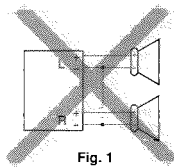
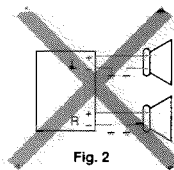
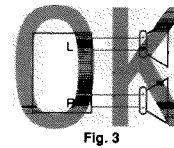

Fig. 1
Fig. 2
Fig. 3
- If the speaker wiring in your car is as illustrated in Fig. 1 and Fig. 2 below, DO NOT connect the unit using that original speaker wiring. If you do, the unit will be seriously damaged. Redo the speaker wiring so that you can connect the unit to the speakers as illustrated in Fig. 3.
- If the speaker wiring in your car is as illustrated in Fig. 3, you can connect the unit using the original speaker wiring in your car.
- Si el conexionado de altavoz de su automóvil es como se indica en las Figs. 1 y 2 de abajo, NO conecte la unidad utilizando ese conexionado de altavoz original. Si lo hace, se producirán daños graves en la unidad. vuelva a efectuar el conexionado de altavoz de manera que pueda conectar la unidad a los altavoces de la manera indicada en la Fig. 3.
- Si el conexionado de altavoz de su automóvil es como se indica en la Fig. 3, podrá conectar la unidad utilizando el conexionado de altavoz original de su automóvil.
- Si le câblage des enceintes de votre voiture est réalisé comme montré sur la Fig. 1 ou Fig. 2 ci-dessous, NE CONNECTEZ PAS l'appareil en utilisant ce câblage original d'enceintes. Si vous le faites, l'appareil sera sérieusement endommagé. Recommencez le câblage des enceintes de façon que vous puissiez connecter l'appareil aux enceintes comme montré sur la Fig. 3.
- Si le câblage des enceintes de votre voiture est comme montré sur la Fig. 3, vous pouvez connecter l'appareil en utilisant ce câblage original d'enceintes pour votre voiture.